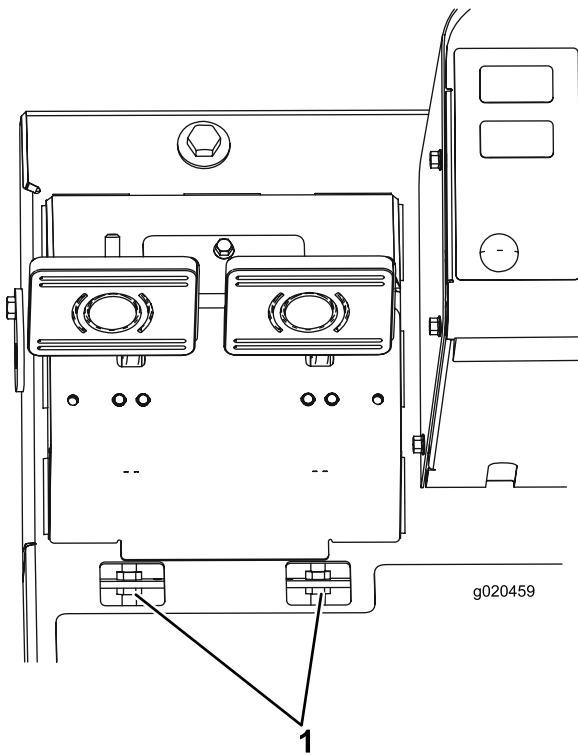

Figura 95
B. Desaperte a porca dianteira na extremidade roscada do cabo do travão (Figura 95).